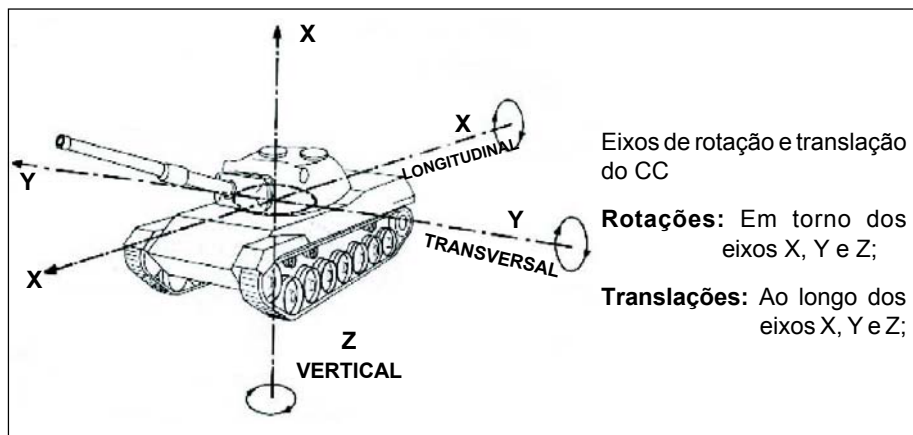

Fig 4-38
**b.** A torre do CC pode apresentar seis movimentos: três de rotação em torno dos eixos X,Y e Z, e três de translação ao longo dos eixos X, Y e Z. (Fig 4-38)